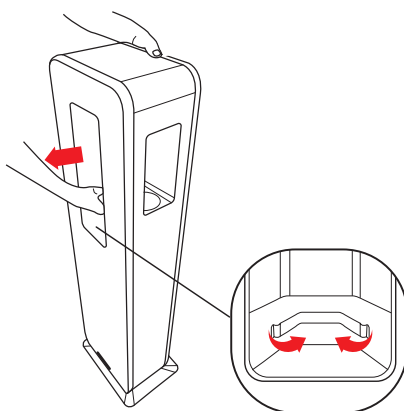
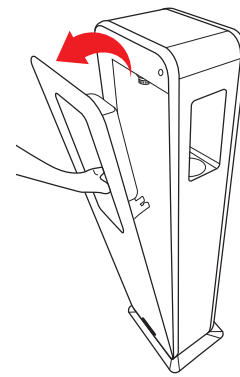

Fig. 1-12
Fig. 1-13
18.3 – Stringere le due levette del porta vaschetta verso il centro e **afferrare il vetro frontale attraverso il foro lasciato libero dalla vaschetta raccogliocce**, vedi Fig. 1-12, tirare il **vetro frontale** verso l'esterno fino a completa estrazione dello stesso, vedi Fig. 1-13.